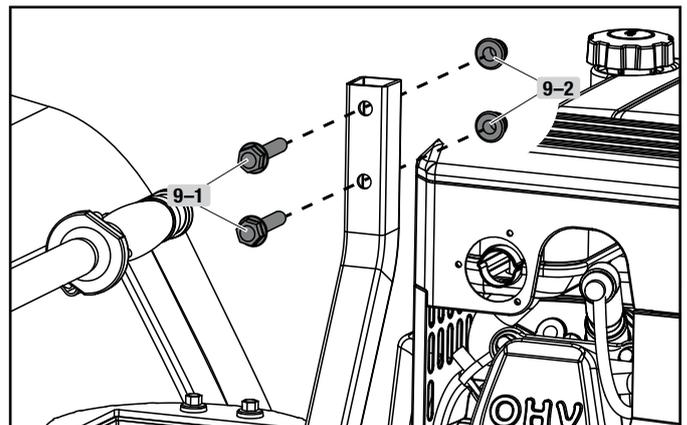

Figure 9
1. Retirez les boulons (9-1) et les écrous (9-2) situés sur le dessus du support d'éjection (figure 9). Conservez-le en vue de la prochaine étape.